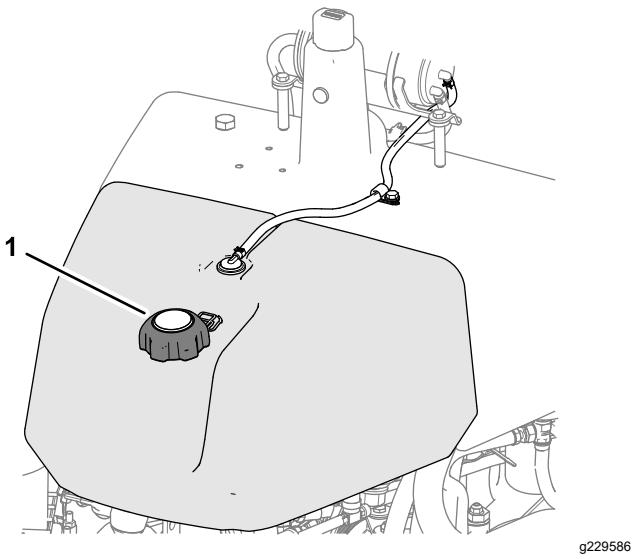

Bild 22
1. Reinigen Sie den Bereich um den Tankdeckel und nehmen Sie den Deckel ab (Bild 22).